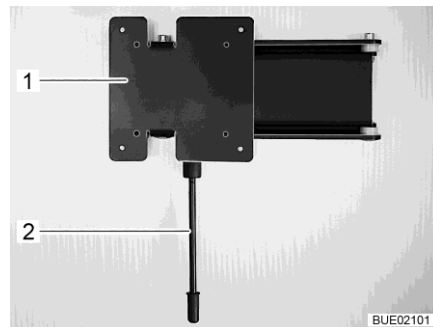

Fig. 68 Support mural
- Tirer le levier de déverrouillage (Fig. 68,1) vers le bas et faire pivoter le support (Fig. 68,2) et l'écran plat pour les amener en position souhaitée.